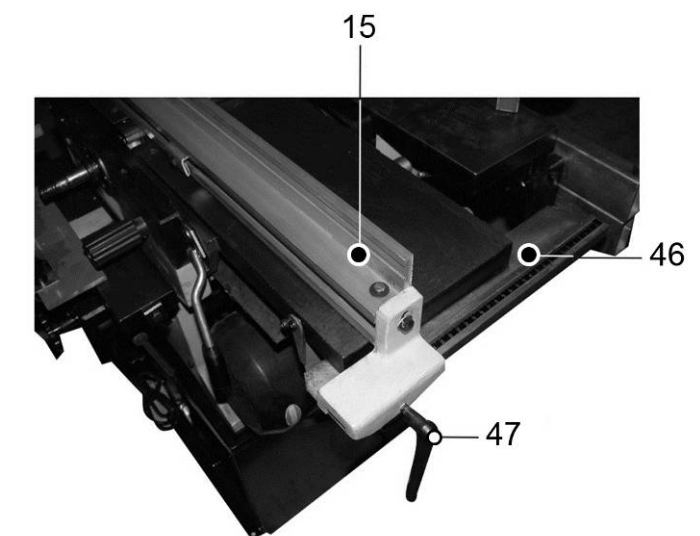
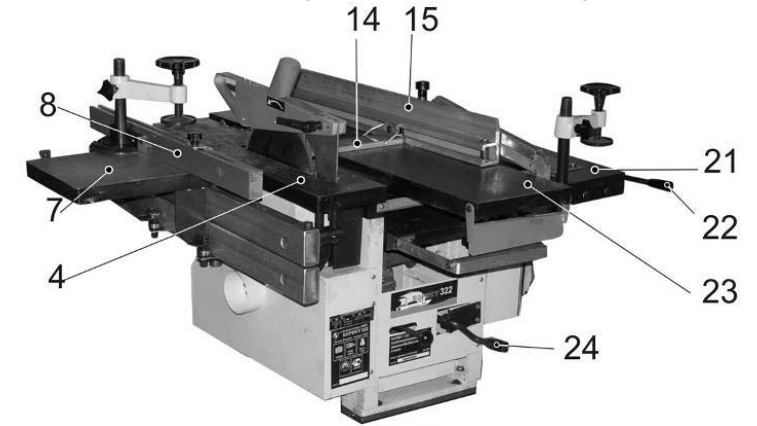

Рис. 8
Рис. 16
9. 6. Регулировка направляющей планки (Рис. 16, 21)
- используя угольник, универсальный угломер или шаблон, установите предполагаемый угол направляющей планки (15) к столу подачи (23), положение зафиксируйте болтом (64), Рис. 8.
9.2. Установки и настройки перед началом пильных работ (Рис. 16, 17, 18)
- направляющую планку (15) переустановить, повернув на 180° на опоре (65) лицевой стороной к пильному диску (6), Рис. 8;
- при продольном пилении направляющую планку (15) установить в необходимое положение по шкале рельсы (46).
- Положение зафиксировать ручкой фиксации (47);
- болтом фиксации (64) зафиксировать выбранный угол наклона направляющей планки (15) относительно пильного рабочего стола (4) (см. п. 9.6.);
- при торцевом пилении установить направляющую скоса (8) на предполагаемый угол пиления.
9.3. Установки и настройки перед началом строгальных работ (Рис. 16, 17, 18)
8.2.5. На рельсе (46) установите и ручкой (47) закрепите направляющую планку (15), Рис. 8.
9.1. Установки и настройки перед началом фрезерных работ (Рис. 16, 17)